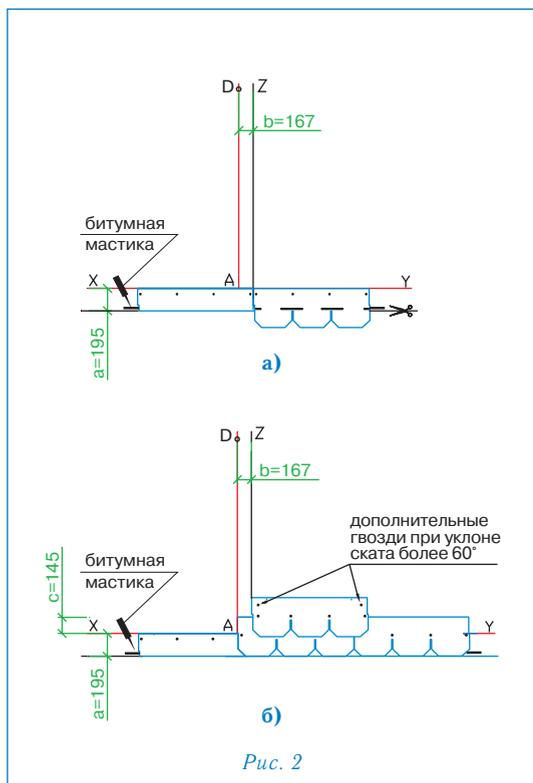

Рис. 2
Укладка материала (рис. 2)
- Начальный ряд формируется из листов черепицы ЛИБЕРТИ с обрезанными лепестками. Полученные таким образом полосы шириной 19,5 см укладываются по линии карниза в обе стороны от линии Z (рис. 2а) и фиксируются по нижнему краю битумной мастикой, а по верхней кромке 4 гвоздями (ось гвоздей на 5 см ниже верхнего края полосы);
- далее первый ряд черепицы укладывается от линии AD (рис. 2б);